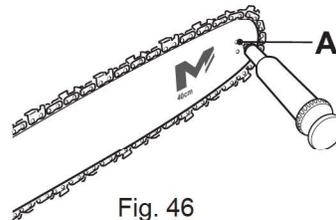

Fig. 46
- > Limpie la rueda dentada (5).
- > Con una pistola de lubricación desechable, inserte la punta de la aguja en el orificio de lubricación (Fig. 46, A) e inyecte grasa hasta que aparezca en el borde exterior de la rueda dentada (5) (Fig. 46).